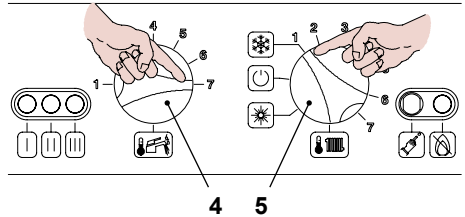

Fig. 7.1
- Gire el selector de función 5 como en Fig. 7.1
- Gire el pomo de temperatura del agua sanitaria 4 al valor máximo Fig. 7.1